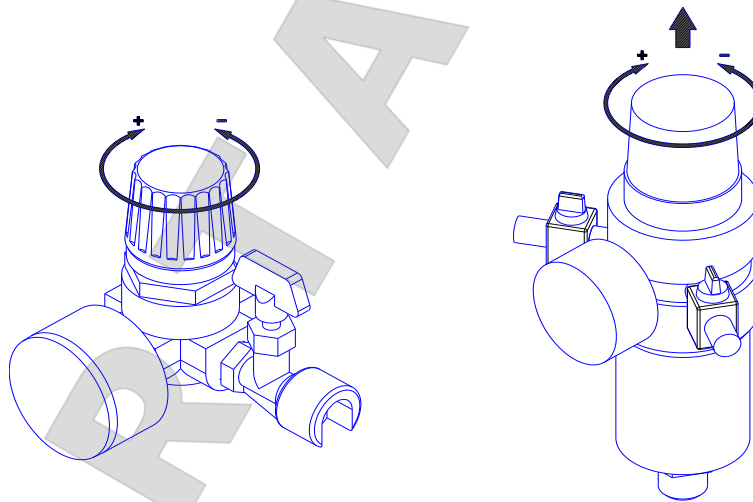

Рисунок 10
- 4 В компрессоре АВТ 500-1300 В переключите поворотные выключатели поз. 21, расположенные на пульте управления (см. рисунок 10), в положение "I".
- 18 - **Пульт управления** компрессора **АВТ 500-1300 В** обеспечивает поочередный пуск электродвигателей. Вводной выключатель поз. 19 (см. рисунок 10) предназначен для включения питания компрессора, сигнальная лампа поз. 20 указывает на готовность компрессора к работе, выключатели поз. 21 служат для отключения, в случае необходимости, одного из электродвигателей.
7.3.1 Настройка давления в подсоединенных пневматических инструментах регулятором давления (при его наличии) осуществляется следующим образом (см. рисунок 10):